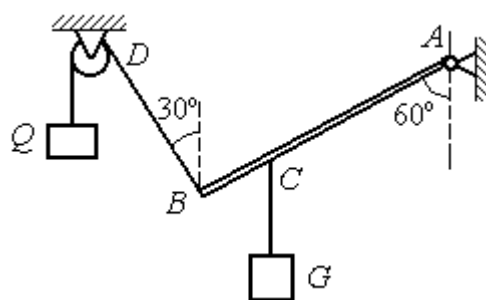

Рис. 1.23. Равновесие балки
**Задача 7.** Однородная балка  $AB$  весом  $P = 100$  кН прикреплена к стене шарниром  $A$  (рис.1.23). Балка удерживается под углом  $60^\circ$  к вертикали при помощи троса, прикреплённого к балке в точке  $B$ , перекинутого через блок  $D$  и несущего груз  $Q$ . Участок троса  $DB$  образует с вертикалью угол  $30^\circ$ . В точке  $C$  к балке подвешен груз  $G$  весом  $G = 200$  кН. Определить вес груза  $Q$ , удерживающий балку в равновесии, и реакцию шарнира  $A$ , пренебрегая трением в блоке, если расстояние  $BC = 0,25BA$ .